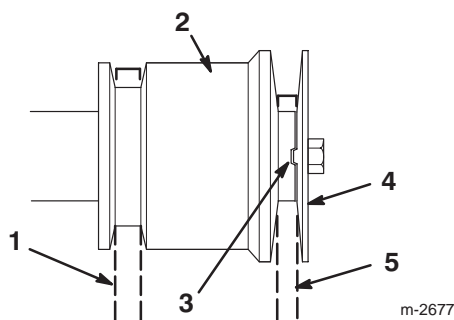

Figure 30
**Remarque :** Ne pincez pas la courroie d'entraînement de traction (Fig. 30).
15. Remontez la poulie à gorge du moteur en prenant soin de bien engager le relief d'indexation dans le creux d'indexation de la poulie du moteur (Fig. 30).
16. Fixez la poulie à gorge avec la rondelle, la rondelle-frein et le boulon du vilebrequin (Fig. 30).
**Remarque :** Ne pincez pas la courroie d'entraînement de tarière/roue hélice (Fig. 30).
**Remarque :** Contrôlez que le relief d'indexation de la poulie à gorge du moteur est bien engagé dans le creux d'indexation de la poulie du moteur centrale. Ne pincez pas la courroie (Fig. 30).